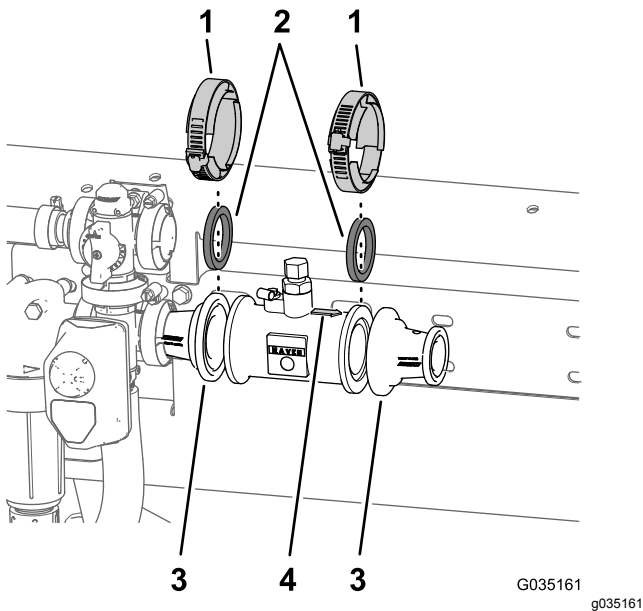

Figure 55
- Alignez le joint (2/4") que vous avez retiré à l'opération 2 B de Dépose du tube de raccordement et de l'adaptateur réducteur (page 20) entre le débitmètre et l'adaptateur réducteur que vous avez montés sur le côté droit de la vanne maîtresse (Figure 55).
- B. Fixez légèrement le joint, le débitmètre et l'adaptateur réducteur (Figure 55) avec un collier bride (76 mm) que vous avez retiré à l'opération 2A de Dépose du tube de raccordement et de l'adaptateur réducteur (page 20).
- C. Alignez le joint (2¼") et l'adaptateur réducteur que vous avez retirés à l'opération 2C de Dépose du tube de raccordement et de l'adaptateur réducteur (page 20) et le bout du débitmètre indiqué par la flèche (Figure 55).
- D. Fixez le joint, le débitmètre et l'adaptateur réducteur (Figure 55) avec un collier bride (76 mm) que vous avez retiré à l'opération 2A de Dépose du tube de raccordement et de l'adaptateur réducteur (page 20).